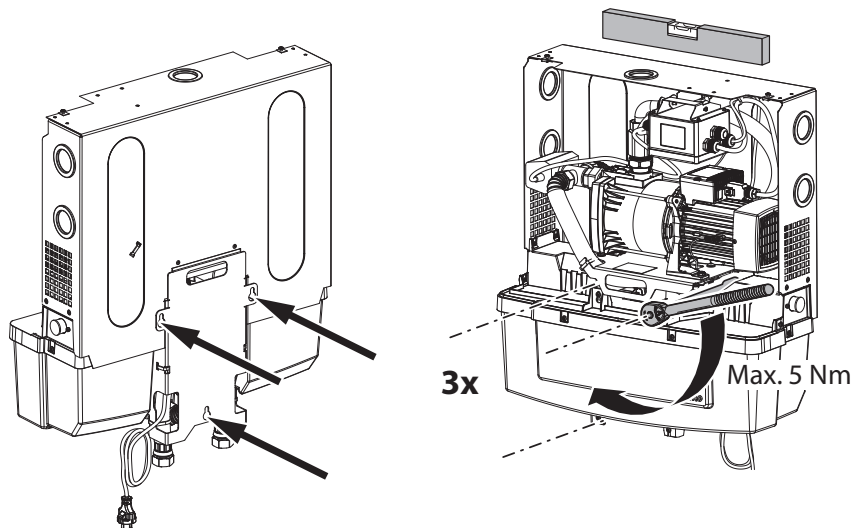

Fig. 13: Upevňovacie body pre zavesenie na stenu a pritiaženie skrutiek
4. Zaveste systém za použitia pozdĺžnych dier na zadnej strane (Fig. 13) na skrutky.